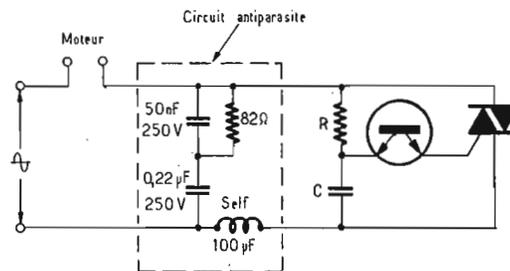

FIG. 13. - Filtre antiparasite valable pour tous les modèles.
- **Antiparasitage :** on notera, sur certains montages, la formation de parasites sur les récepteurs à modulation d'amplitude situés à proximité (pas de parasite sur FM ni sur la télévision). Un filtrage élimine cet inconvénient. On choisit un filtre «LC», passe-bas. L'inductance devra être placée en série avec l'anode 1. La figure 13 nous donne un exemple de circuit, qui, en particulier, sera compatible avec toutes les puissances de charge. La self a une valeur de 100 µH.